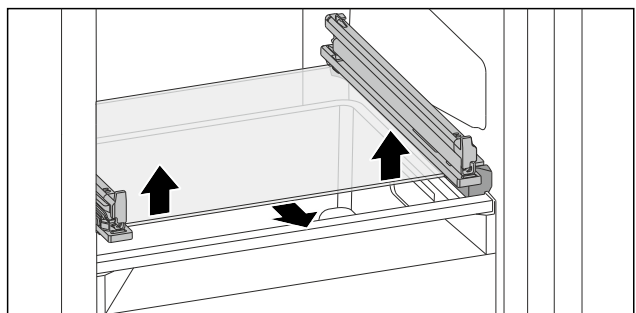

Fig. 120 Skleněná deska odklápěcí zásuvky
- ▶ Vytlačte skleněnou desku zdola na obou stranách nahoru. (viz Fig. 120)